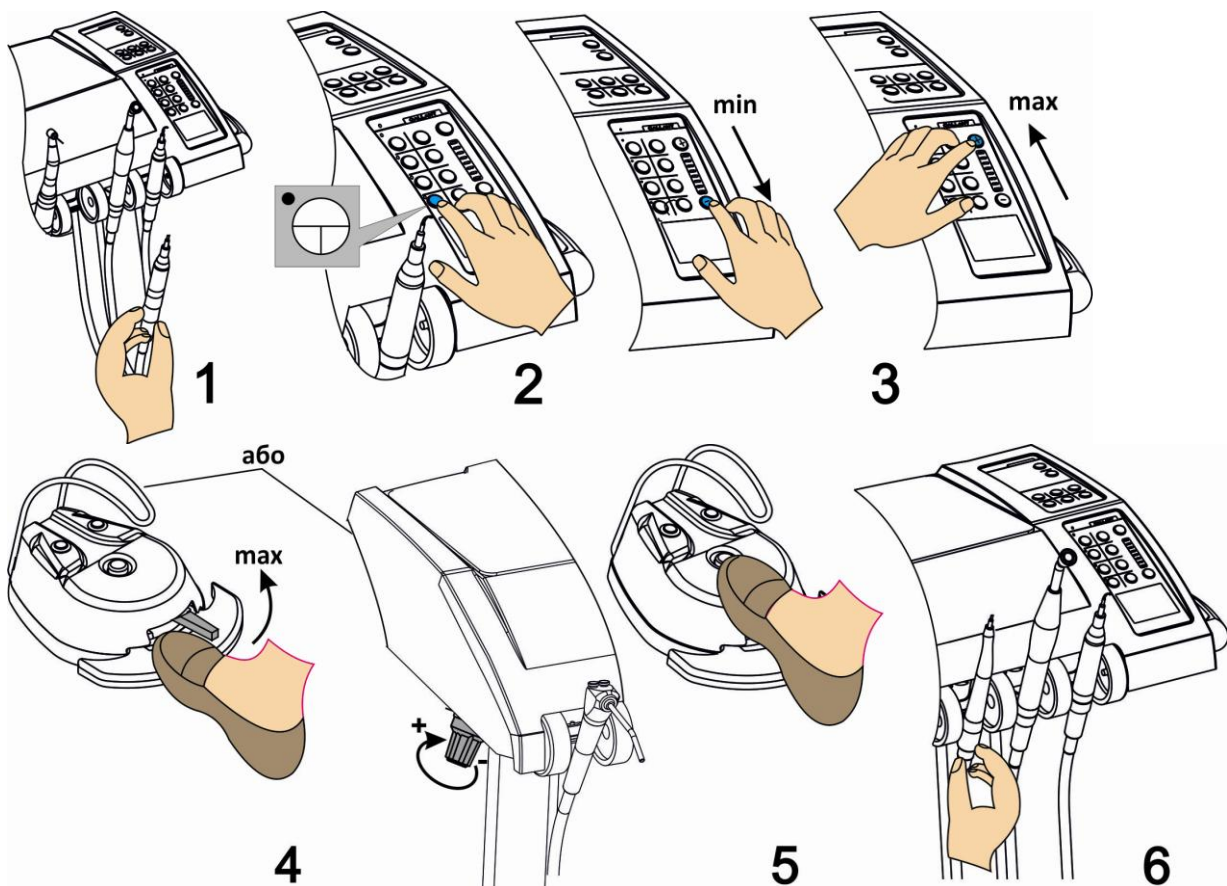

Рисунок 5.3.2.1 Настройка частоты вращения микромотора в режиме ЕНДО.
1. Снимите микромотор с третьего рабочего места блока врача (см. Рисунок 5.3.2.1.).